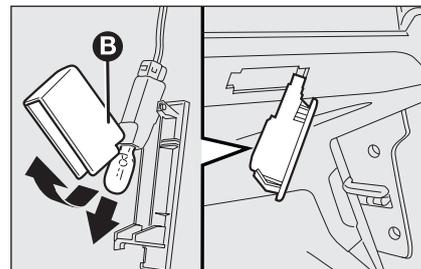

fig. 43
- aprire la protezione **B**-fig. 43 e sostituire la lampada inserita a pressione;